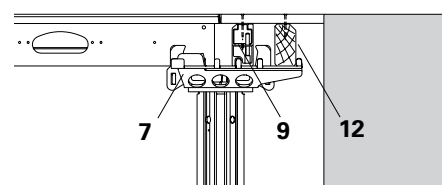

Fig. A5.04
- ao cabeçal de borde SCK (7) na direcção longitudinal. (Fig. A5.04)
- no cabeçal de borde SCK. (Fig. A5.04)